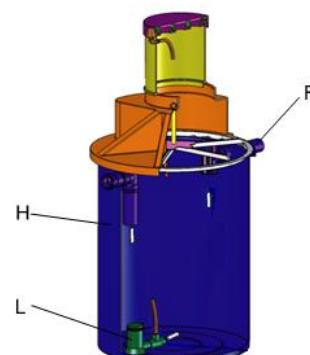

Рис. 4. Отстойник 1,5 м³
2-ой вариант – использование отстойника с насосом (Рис. 4) - модель ЛОС-8А.
Сточные воды самотеком поступают в отстойник (Н), где установлен фекальный насос (L) с металлическим режущим механизмом и системой Вентури (Рис. 4). Режимом работы насоса управляет таймер, установленный в блоке управления. После измельчения сточные воды поступают в систему Вентури (I), где насыщаются кислородом (аэрируются) с помощью воздухозаборного устройства. В процессе аэрации образуется активный ил, который возвращается через отверстие в системе Вентури обратно в емкость.